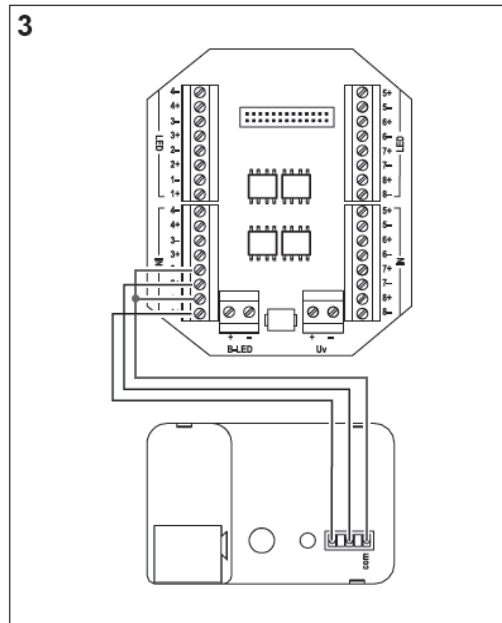

Figura 3
- Guiar los conductores de las entradas **E1** y **E2** a los bornes **1+** y **2+** del bloque de bornes **IN** del adaptador (figura 3) y apretar los bornes.
- i** Con la interfaz universal cuádruple también se pueden conectar de forma alternativa todas las superficies sensibles de un sensor de cristal doble. La interfaz se debe programar en este caso con 4 entradas. El cableado debe efectuarse de forma correspondiente (figura 3) en los bornes **1** a **4** del bloque de bornes **IN** en el adaptador.